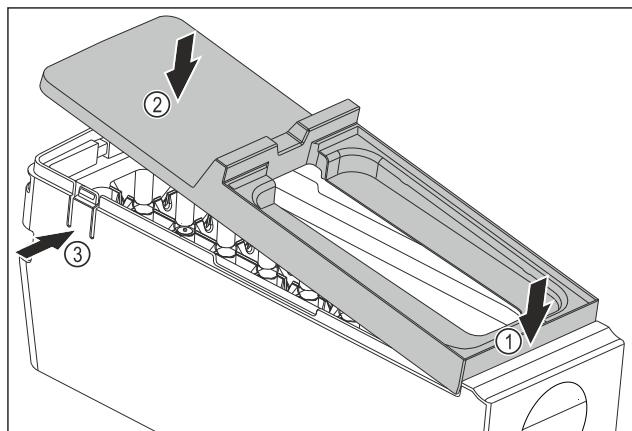

Fig. 215
- ▶ Смонтируйте крышку корпуса EasyTwist-Ice: Установите крышку спереди. Fig. 215 (1)
- ▶ Опустите крышку сзади. Fig. 215 (2)
- ▶ Крышка со щелчком фиксируется в накладках Fig. 215 (3).